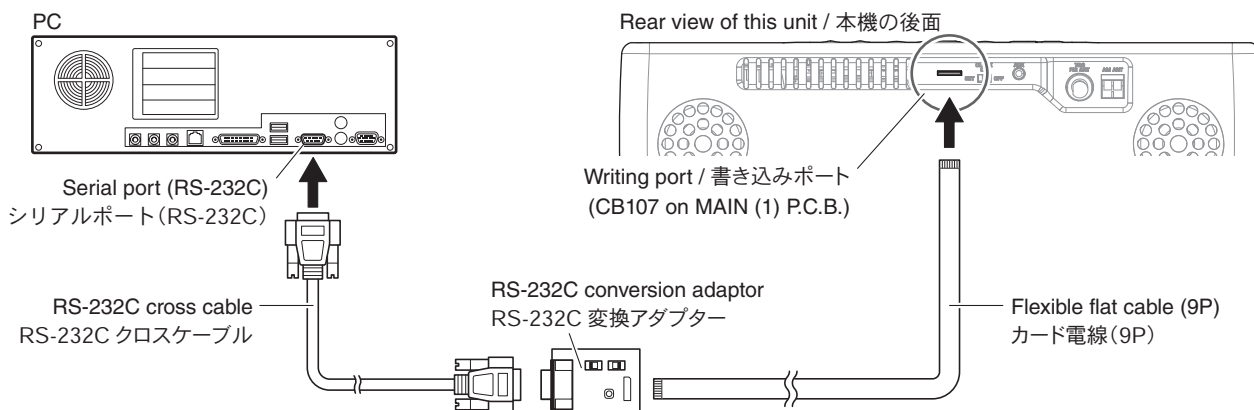

Fig. 2
- Connect the serial port (RS-232C) of the PC to the writing port (CB107 on MAIN P.C.B.) of this unit as shown below. (Fig. 2)
- 本機の書き込み用ポート (MAIN P.C.B. の CB107) と PC のシリアルポート (RS-232C) を下記のように接続します。(Fig. 2)